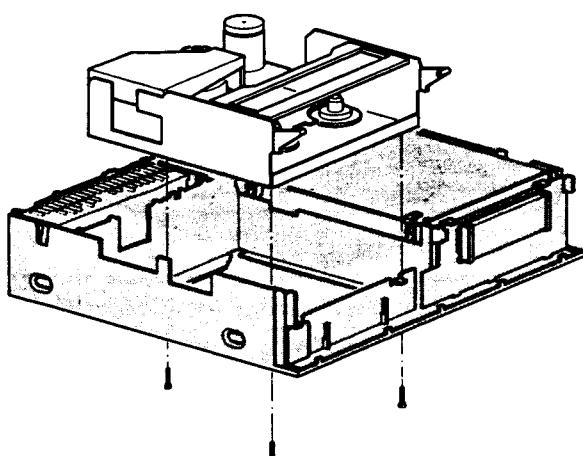

Fig. 2-9
- Nach Fortnahme der Unterplatte ist der Zugang zu der Unterseite des Laufwerks frei. Durch Herausdrehen der drei Schrauben und Lösen der zugehörigen Stecker lässt sich das Laufwerk aus dem Untergehäuse herausheben (siehe Bild 2-9).